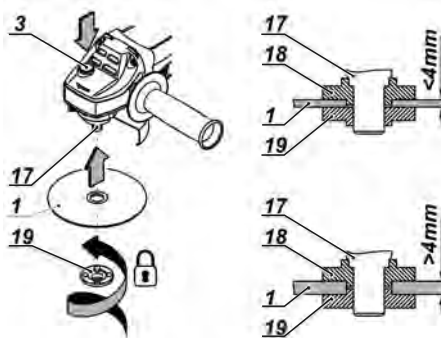

Fig. 5 – Montagem do disco na máquina
- 3 - Coloque o disco (1) (não acompanha a máquina);
- 4 - Coloque a porca (19), para discos com espessura inferior a 4 mm coloque o rebaixo do flange para o lado externo e para discos com espessura superior a 4 mm coloque o rebaixo voltado para dentro (lado do disco), conforme mostra a fig. 5.